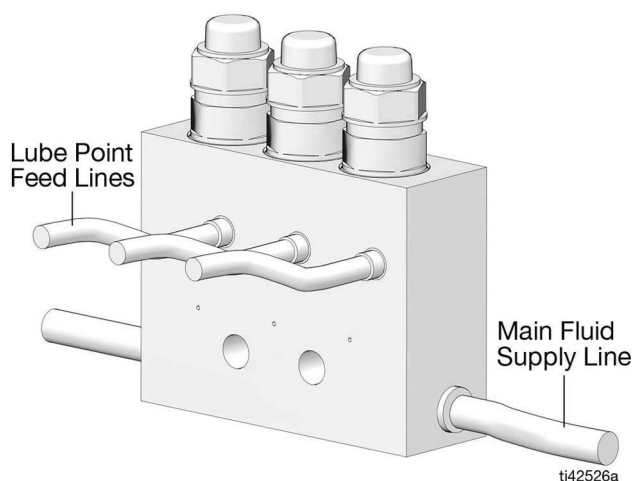

FIG. 3
10. Brancher la ligne principale d'alimentation en fluide sur le collecteur (107) (FIG. 3).
12. Connecter les lignes d'alimentation du point de lubrification au collecteur (FIG. 3). Les purger afin d'éliminer les bulles d'air ou les particules contaminantes. Pour ce faire, il suffit de pomper du lubrifiant à travers les raccords de graissage et de capuchons connectés à chaque sortie de fluide jusqu'à ce que le lubrifiant ressorte clair.